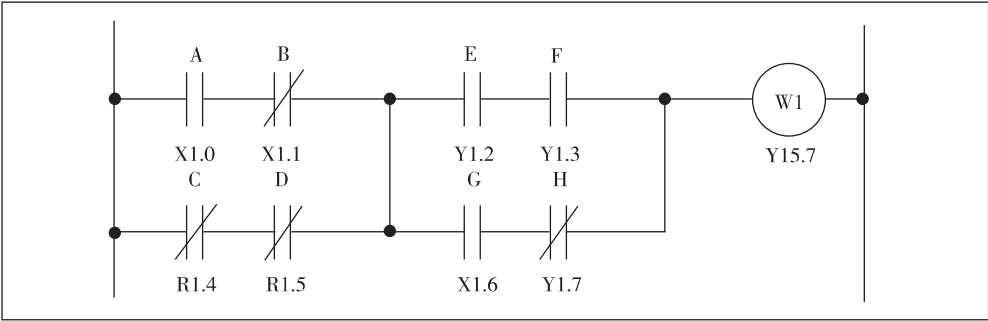

图 9. 1. 14. 1
- (1) 指令格式
- (2) 将逻辑操作结果 ST0 取反后和指定地址的内容逻辑与，结果输出至相同地址。
- (3) RST 指令的使用举例参见图 9. 1. 14. 1 和表格 9. 1. 14. 1。